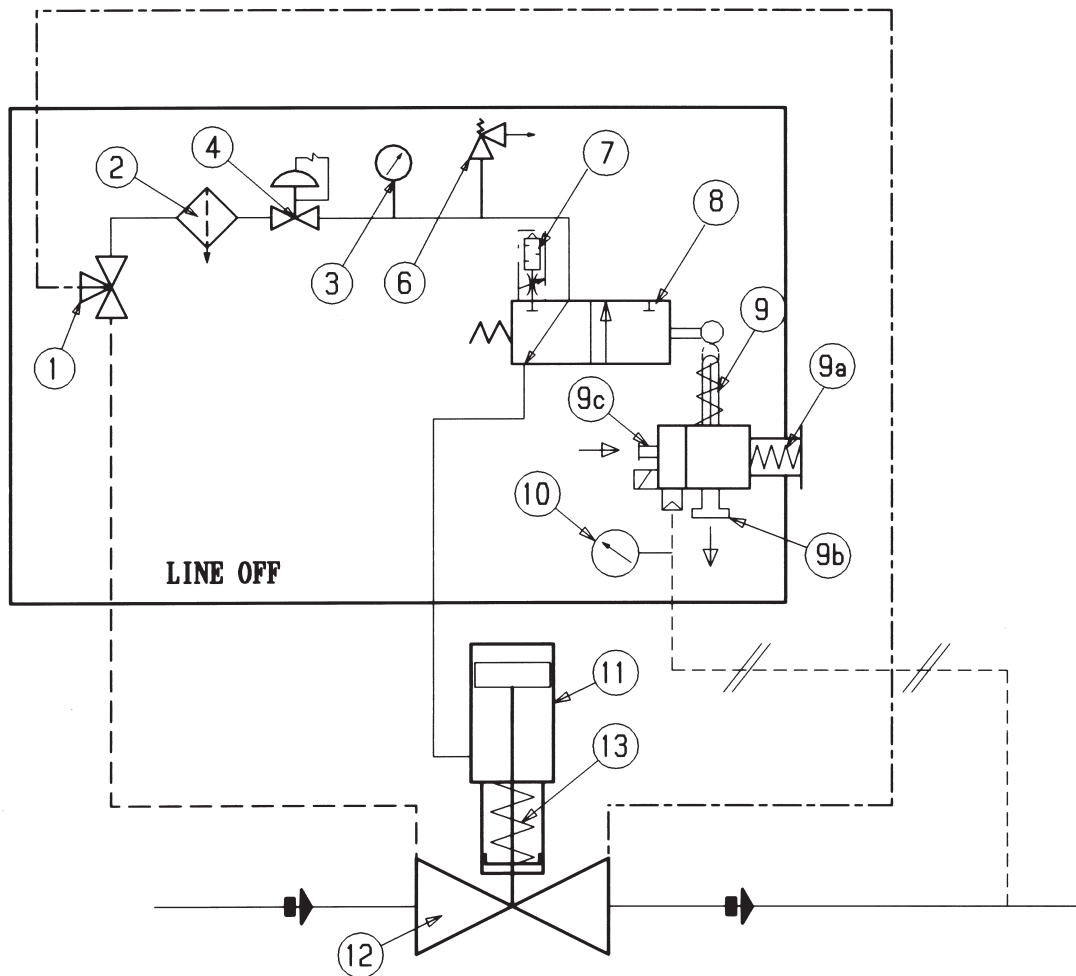

Fig. 13
4.3.1 HB/97 SLAM-SHUT OPERATION (FIG. 13)